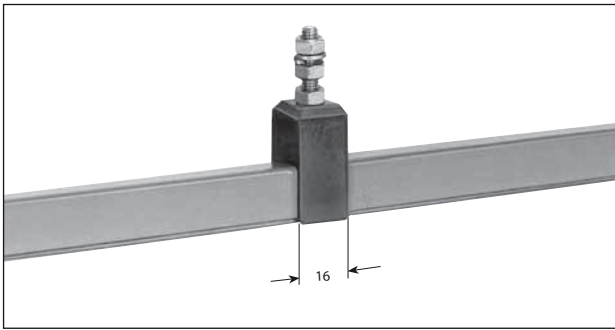

Bild 1: Isolierte Aufhängung UA 15 auf Teilstück
– Die isolierte Aufhängung (Bild 1) bzw. die Isolatoren mit Schienenhalter oder Kompakthalter an den Halteeisen befestigen.